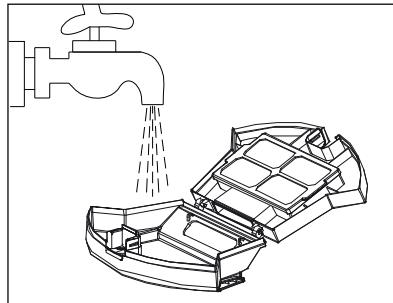

Fig. 12
- 6) Nettoyez le bac à poussière ⑯ et le filtre-tamis avec de l'eau chaude ou tiède (voir fig. 12). Laissez le bac à poussière ⑯ et le filtre-tamis sécher entièrement à l'air avant d'insérer à nouveau le bac à poussière ⑯ dans l'appareil.